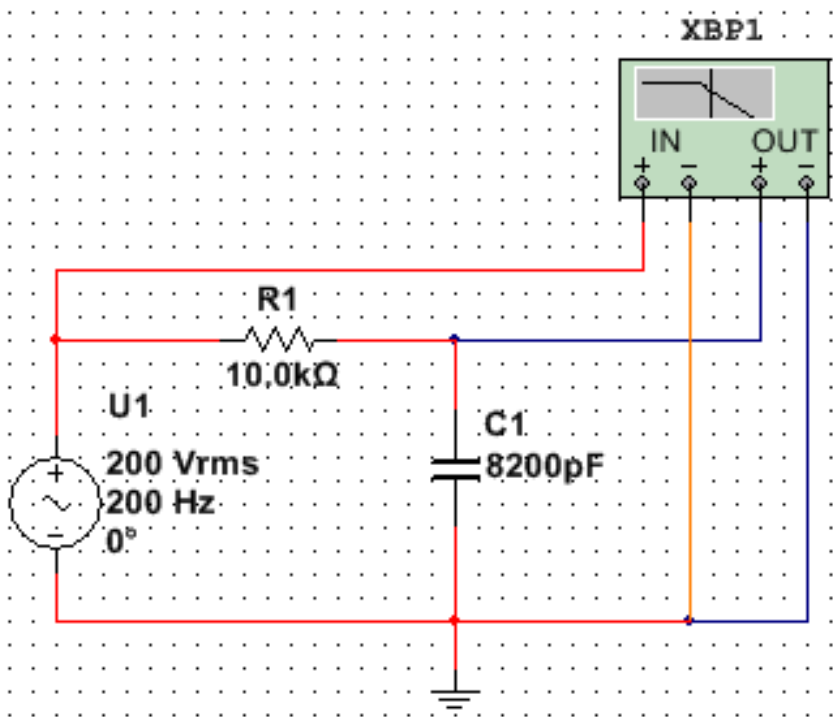

Рис. 2.6.5. Схема для измерения АЧХ и ФЧХ плоттером Боде
1. Соберите на рабочей области схему, показанную на рис. 2.6.5. Теперь вместо двухканального осциллографа нужно подключить плоттер Боде.
5. Соедините плоттер Боде проводниками, как на рис. 2.6.5.